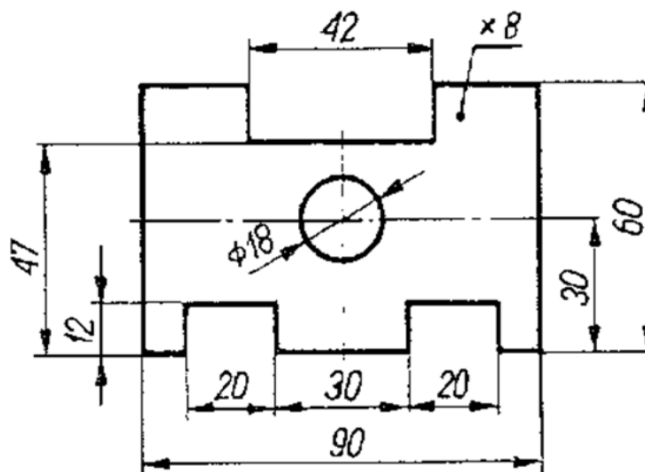

Рисунок 2 – Пример выполнения практического занятия №2
**Методические указания:** выполнить чертеж заданной детали (рисунок 2) и нанести размеры согласно ГОСТ 2.307-68.